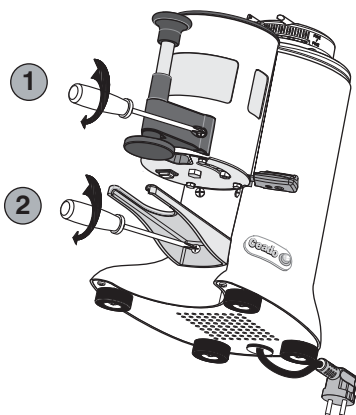

Abb. 15
- 5** Die Befestigungsschrauben der Teleskop-Pressvorrichtung (1, Abb. 15) und der neuen Auflagegabel (2, Abb. 15) anschrauben und gut anziehen.